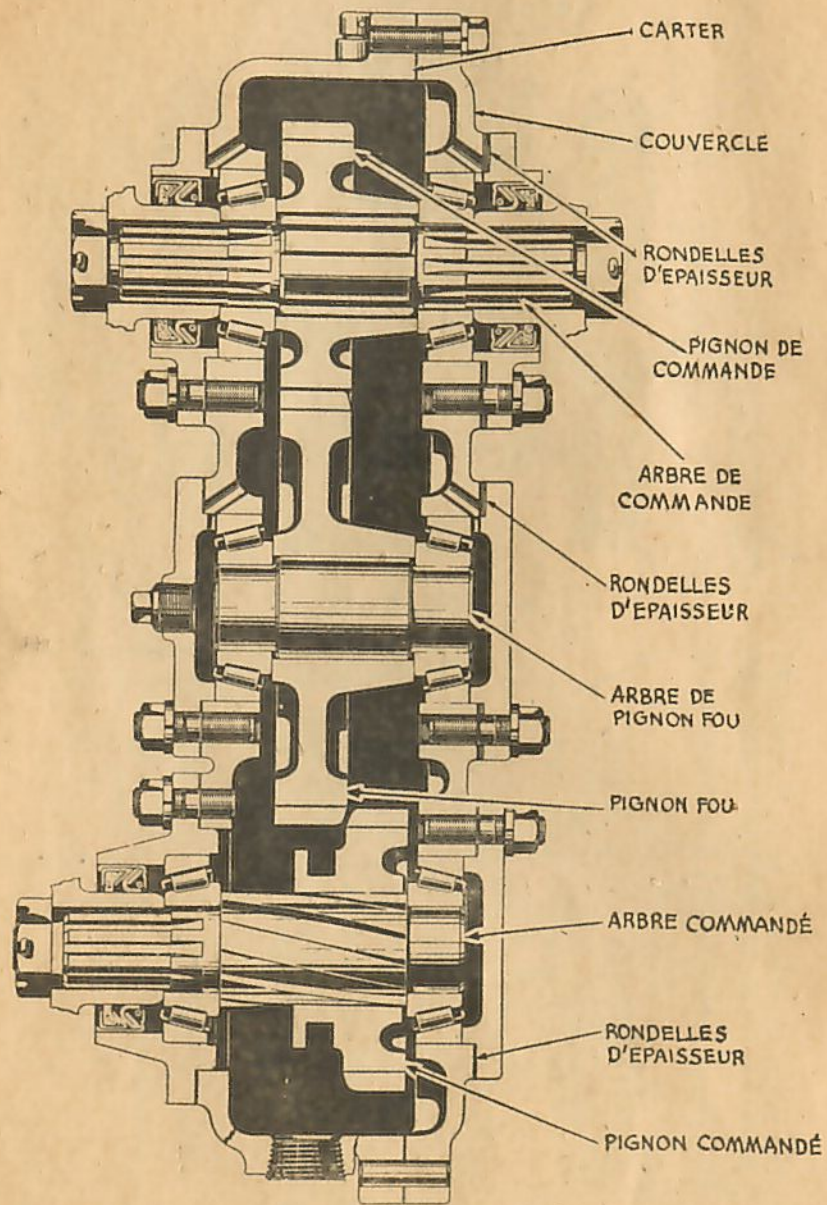

Fig. 22. — Vue en coupe de la boîte de transfert (véhicules 3/4 T. 4 × 4).
b) 3/4 T. 4 x 4 (fig. 22). — La boîte de transfert des véhicules 3/4 T. 4 x 4 diffère de celle des véhicules 1 1/2 T. 6 x 6 par les points suivants :